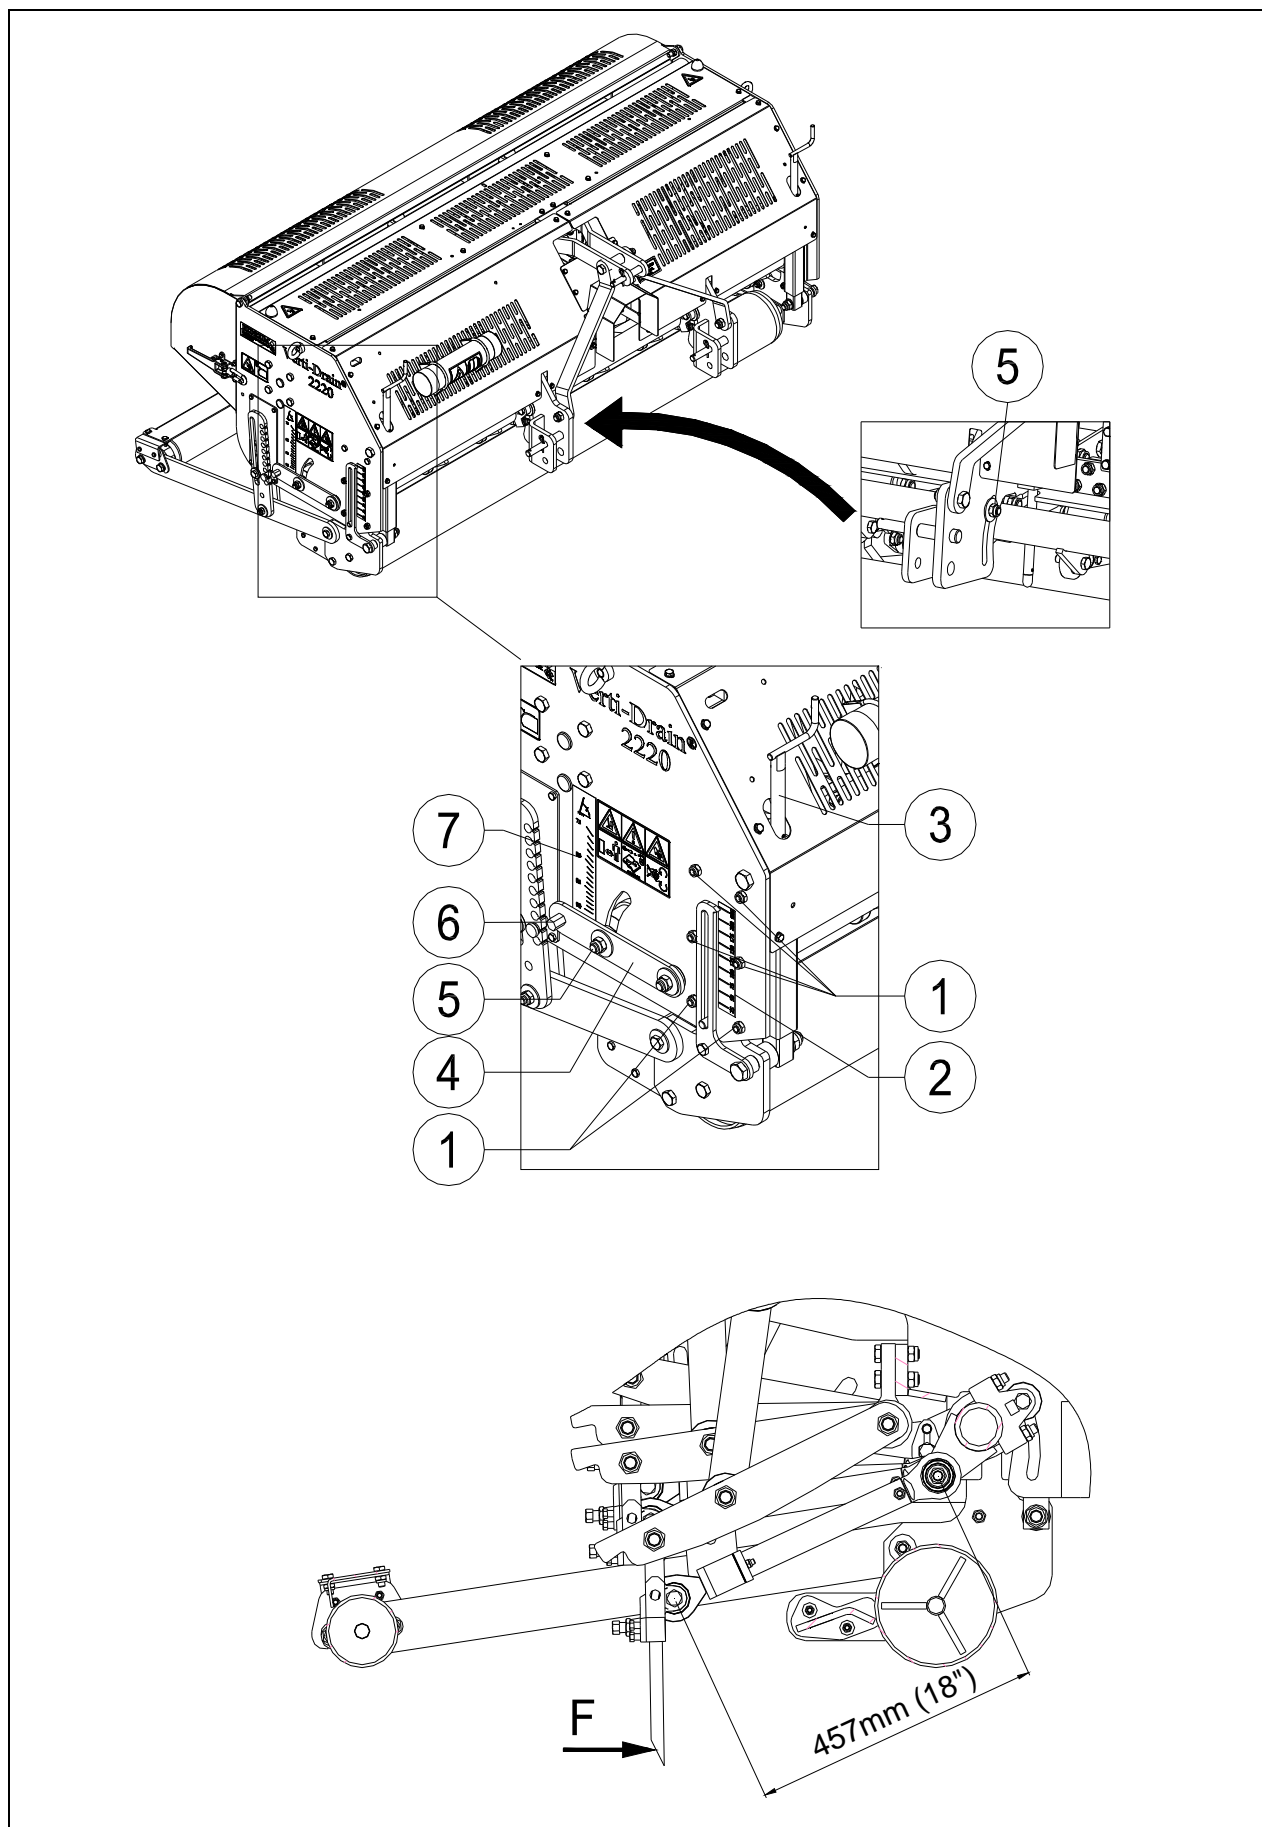

Fig. 10
La profondeur de travail peut être réglée lorsque la machine est soulevée, voir la figure 10. Serrer les écrous en vis un tour sur les deux côtés de la machine.
Tous les axes peuvent être réglés simultanément avec les poignées (4) sur le côté de la machine (voir Figure 10). Montez la machine au-dessus du sol et desserrez les contre-écrous (5) des deux côtés de la machine. Ajustez l'angle en mettant la clé fermée fournie sur l'hexagone (6) de la poignée (4). L'indicateur (7) donne l'angle. Retirez la clé fermée fournie et resserez tous les contre-écrous (5).
- ⚠ Dans le cas d'un angle de 90°, les axes vont dans le sol perpendiculairement seulement si la machine est installée correctement (voir Figure 10). Si la machine n'est pas installée correctement, une force F peut survenir qui endommagerait le moteur.